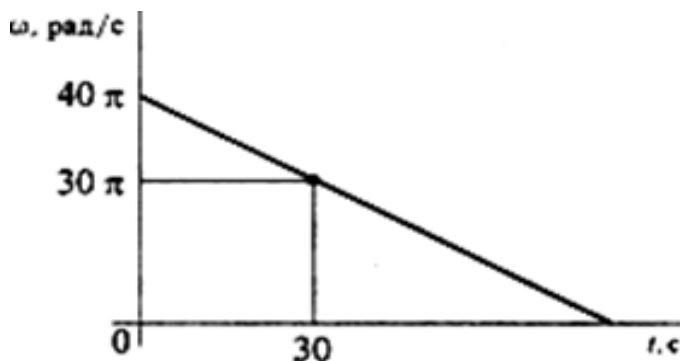

Рис. 13. График изменения скорости за 30 секунд
1. Построим график изменения скорости за 30 секунд. Для чего определяем угловые скорости вращения тела в начале пути и за 30 секунд движения (рис. 13):